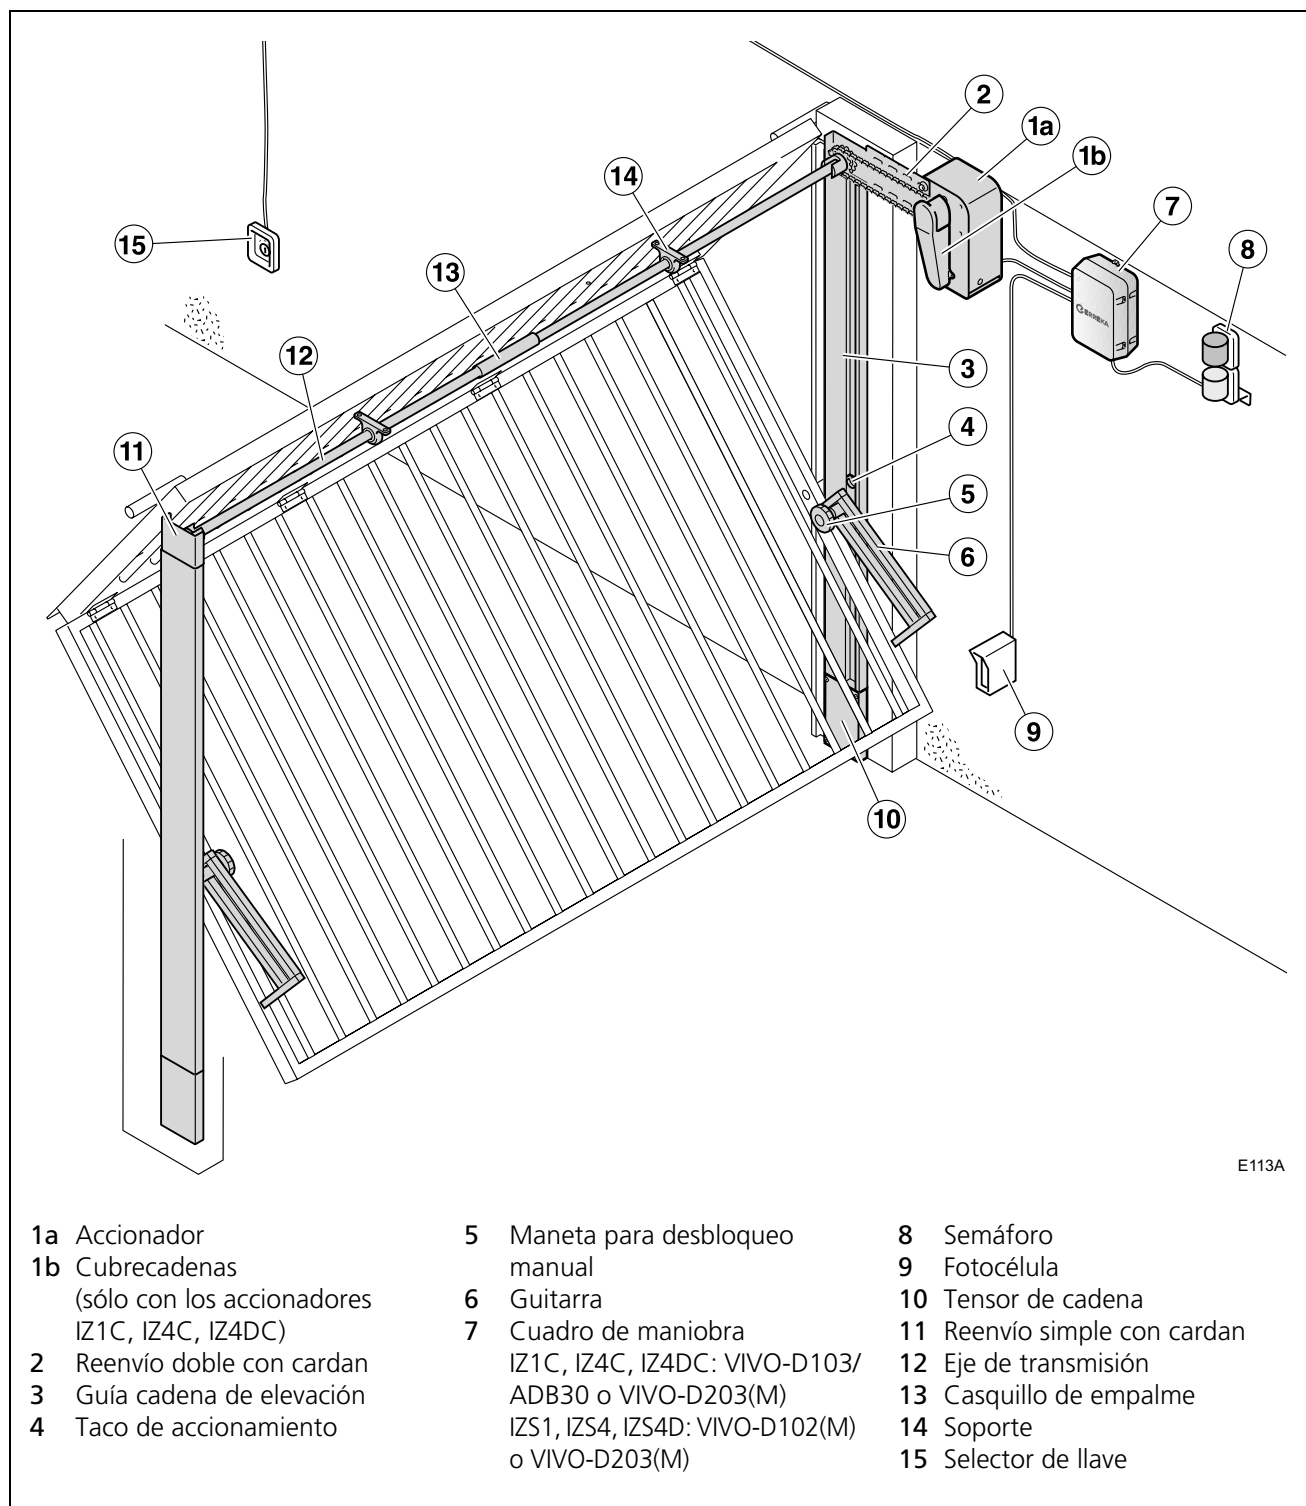
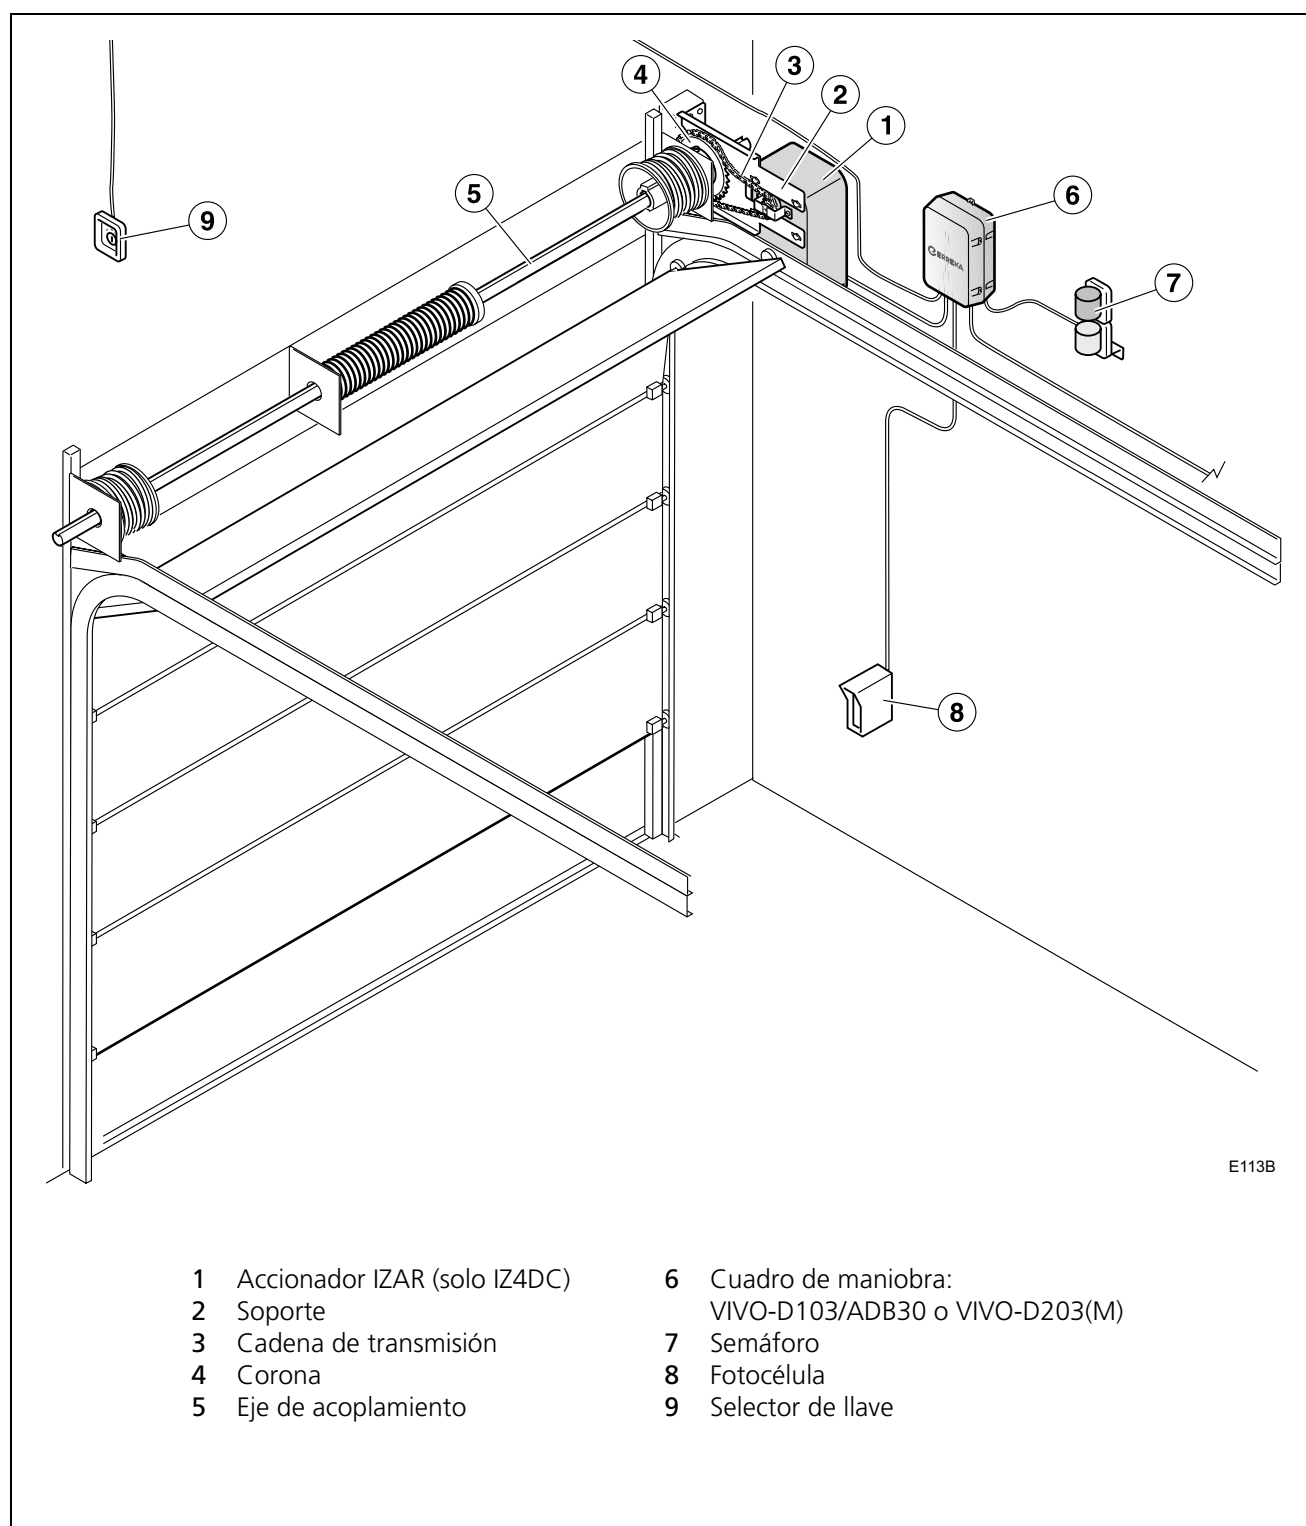

Fig. 1 Elementos de la instalación completa (puerta basculante)
Fig. 2 Elementos de la instalación completa (puerta seccional)
- ℹ Para más información, vea "Fig. 1 Elementos de la instalación completa (puerta basculante)" en la página 10 y "Fig. 2 Elementos de la instalación completa (puerta seccional)" en la página 11.
- 2 Compruebe que el contenido del paquete está completo. Debe incluir el accionador (1a) y en los accionadores IZ1C, IZ4C e IZ4DC, también el cubrecadenas (1b) (ver "Fig. 1 Elementos de la instalación completa (puerta basculante)" en la página 10). El resto de elementos se suministran por separado.